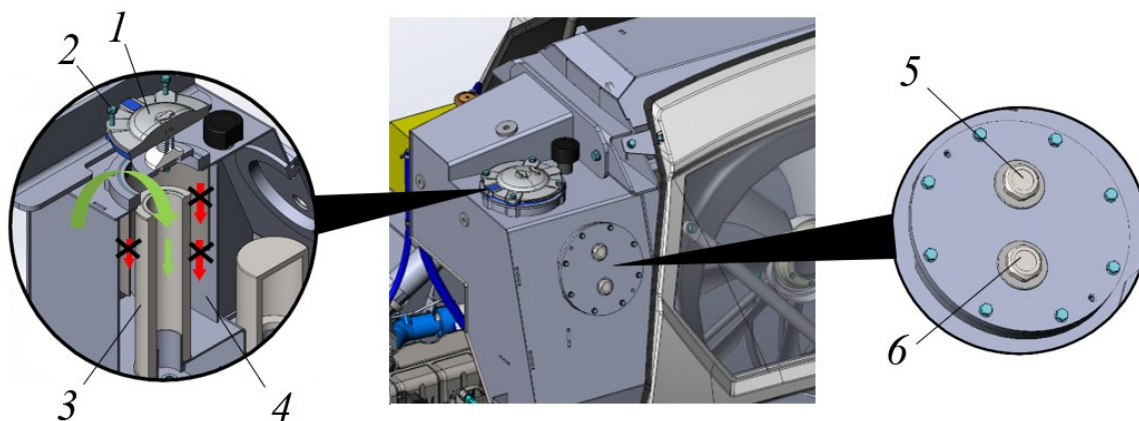

Рисунок 5.47. Процедура заправки масла в гидравлический бак
- ▶ Очистить крышку фильтра 1 и зону рядом с ней от загрязнений, см. рис. 5.47.
Масло заливать внутрь фильтра, см. рис. 5.47 показано зеленой стрелкой.
- ▶ Проверить уровень масла в баке посредством смотровых окон, 5-6, рис. 5.47.
- Установить крышку фильтра 1, закрепив ее на баке используя болты с шайбами 2, см. рис. 5.47. болты затянуть моментом 41...46 Н*м.